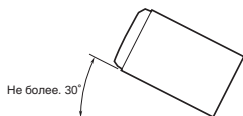

Рис. 2
2. Устанавливайте аппарат под углом не более 30° к горизонтальной поверхности. (Рис. 2)